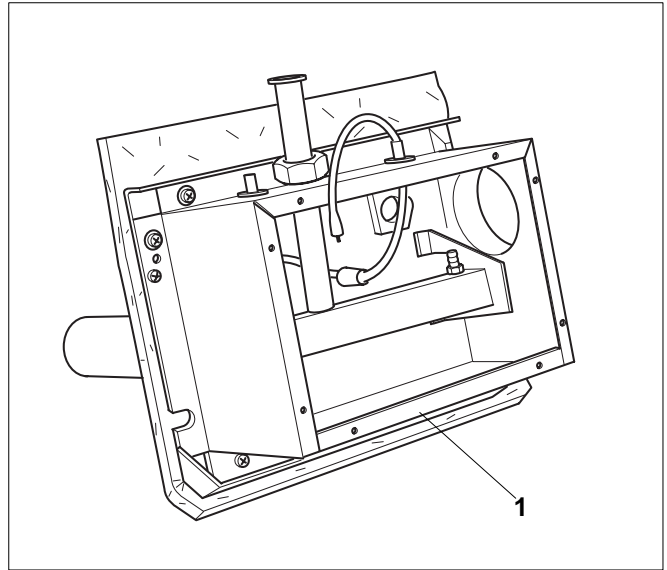

Fig. 42 Brûleur à gaz
- Tournez le brûleur de 180° et démontez la tôle inférieure du caisson du brûleur (fig. 42, **pos. 1**)
- Remettez la tôle inférieure du caisson du brûleur (fig. 42, **pos. 1**) en place